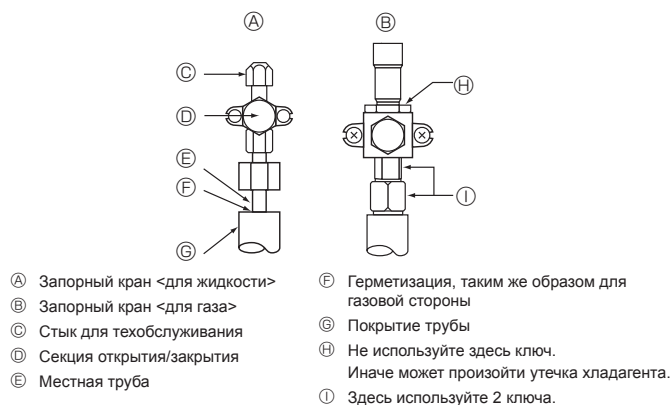

Fig. 4-5
4.4. Метод проверки герметичности трубопровода хладагента (Fig. 4-5)
- Убедитесь в том, что запорные краны (A) и (B) закрыты, и не открывайте их.
- Подайте давление в трубопроводы хладагента через служебное отверстие (C) запорного крана (A).
- Если на этапах (2) или (3) наблюдается снижение давления, происходит утечка газа. Найдите источник утечки газа.